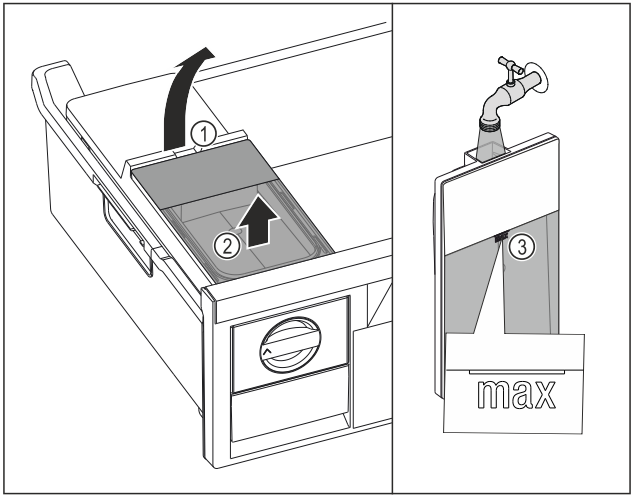

Fig. 97
- 从凹槽 Fig. 97 (1) 抬起水箱。
- 向上取出水箱。 Fig. 97 (2)
- 向水箱注入饮用水，直至标记 Fig. 97 (3)。